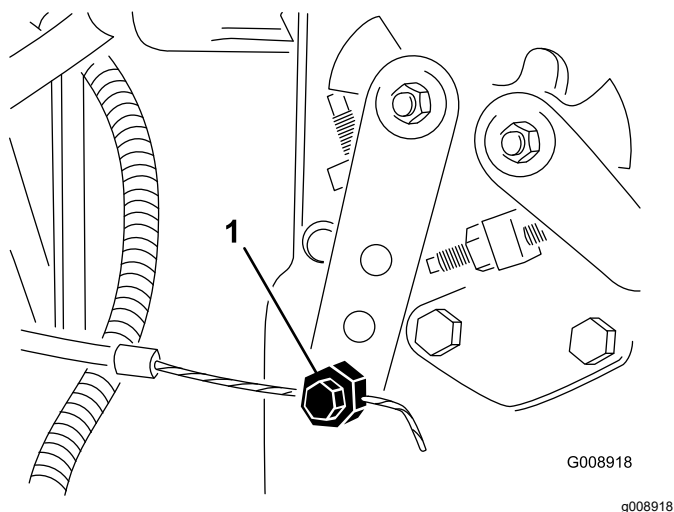

Figura 83
- Afloje el conector del cable del acelerador en la palanca de la bomba de inyección (Figura 83).